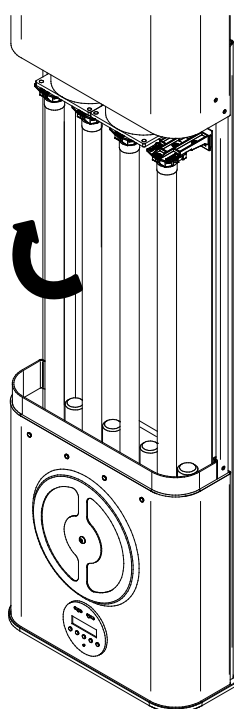

Fig.12
5. Désormais, il est possible de remplacer les lampes, pour procéder, saisir délicatement la lampe et **la tourner de 90°, jusqu'à entendre un double « CLIC »**, il sera alors possible de l'extraire. Répéter l'opération pour les 4 lampes. (Fig. 12)